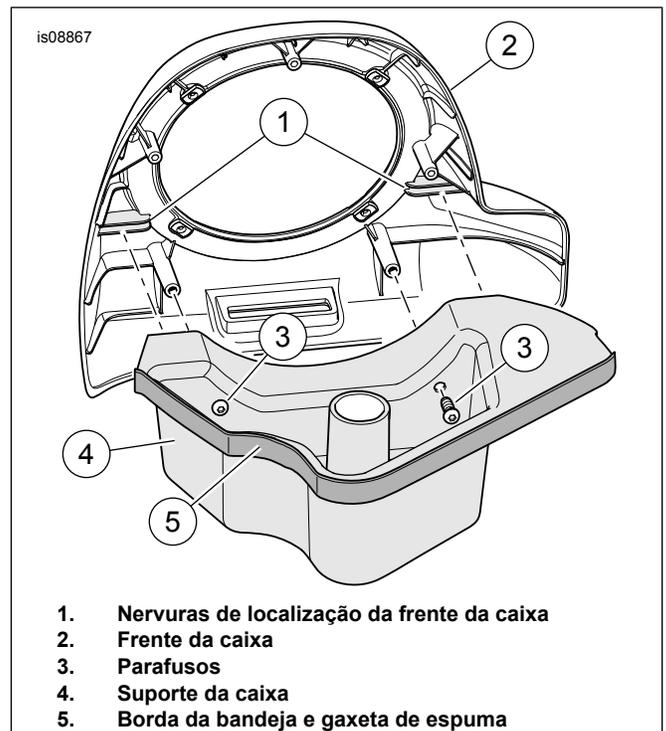

Figura 6. Conjunto da caixa
6. Consulte Figura 6. Monte a bandeja da caixa (4) na caixa dianteira (2). Instale dois parafusos autoatarraxantes (3). Remova o papel protetor de um lado da gaxeta de espuma de dupla face (5). Instale a vedação como mostrado. Recorte e guarde o excesso de gaxeta de espuma para uso posterior.